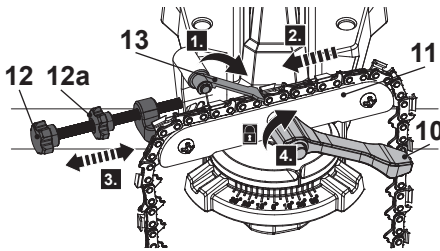

Fig. 5
1. Vuelque el tope de la cadena (13) hacia delante y déjelo reposar justo detrás del elemento de la cadena de corte que se va a afilar (Fig. 5, paso 1).
2. Tense la cadena de la sierra hacia atrás contra la cadena (13) (paso 2).
3. Empuje hacia abajo el disco abrasivo (15) mediante el mango (1) para comprobar cuánto material se va a afilar.
4. Afloje la tuerca de bloqueo (12a) y gire el tornillo de ajuste (12) para ajustar la posición de la cadena de sierra (paso 3). Empuje hacia abajo el disco abrasivo mediante el mango repetidamente para comprobar el ajuste.
5. Una vez conseguido el ajuste deseado, cierre el tornillo de banco de la cadena de la sierra (11) para sujetar la cadena en esta posición girando la palanca de sujeción (10) en el sentido de las agujas del reloj (paso 4) y apriete la tuerca de bloqueo (12a) en el sentido de las agujas del reloj.